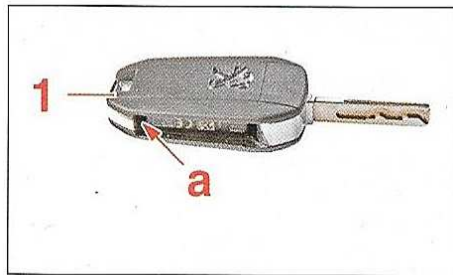

FIG.2
- Insérer un petit tournevis plat dans l'encoche (a) pour dégrafer le couvercle (1) (Fig.2).